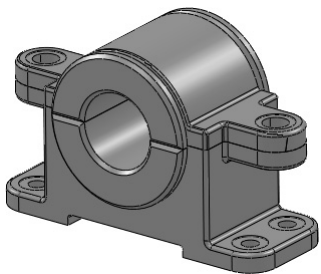

图 6-43 装配轴承座顶
STEP 8 为轴承座顶零部件添加到轴承座底的同心配合约束和重合配合约束，以及孔部的同心配合约束，装配轴承座顶零部件，如图 6-43 所示。